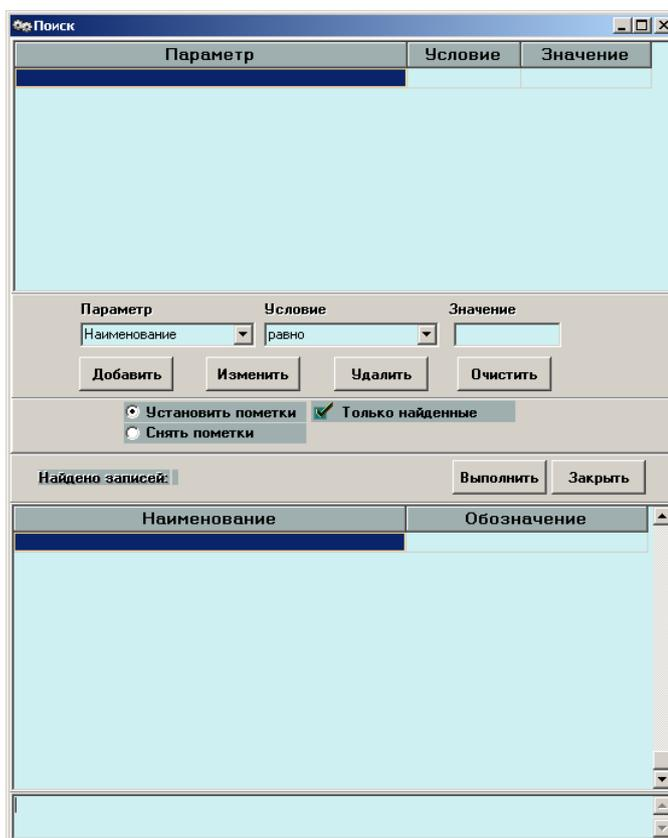

Рисунок 6 - Окно поиска
4. В открывшемся окне поиска выберите параметр, по которому будет производиться поиск (рисунок 6).